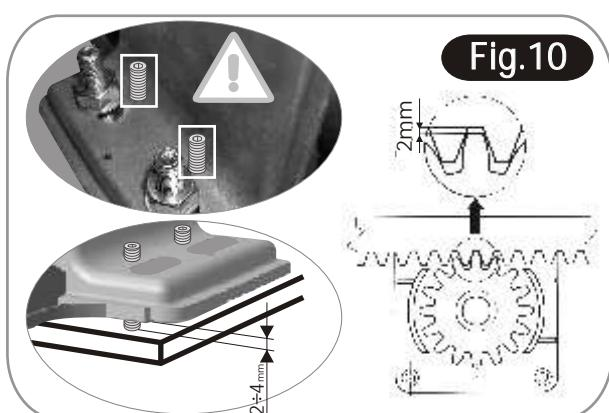
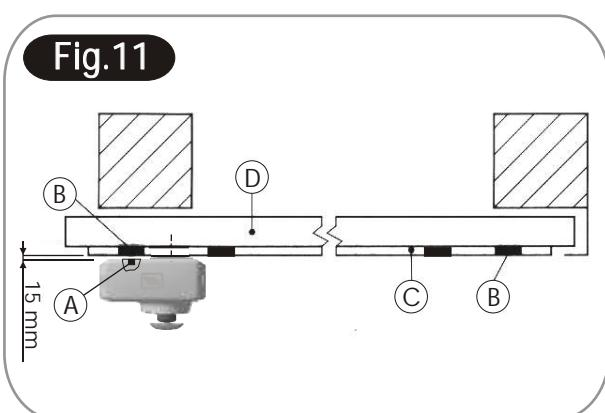
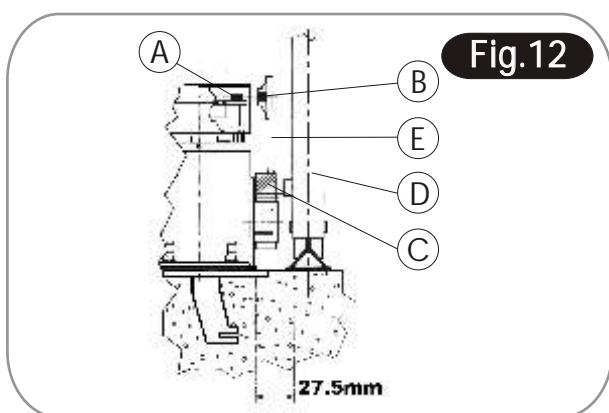
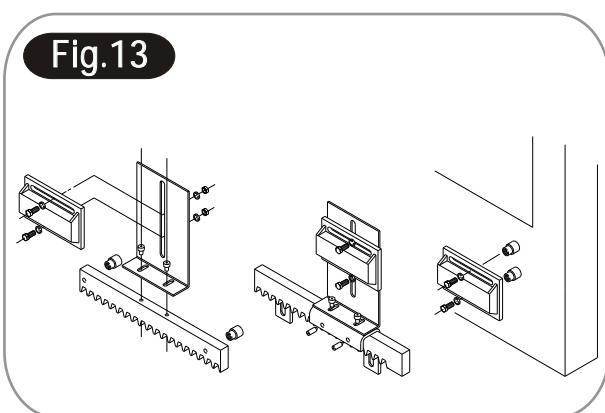

Fig.10
Fig.11
Fig.12
Fig.13
- 3 Effectuer les réglages nécessaires pour la mise à niveau du motoréducteur, en montant ou en descendant à l'aide des régulateurs prévus (**Fig.10**); maintenir le motoréducteur levé de 2/4mm, puis le baisser après avoir terminé la fixation de la crémaillère.
- 5 Il est recommandé de respecter les cotes indiquées sur la **Fig.10** et la **Fig.12**.
- 8 **Baisser l'opérateur à l'aide des 4 vis de régulation (Fig.10) et bloquer le motoréducteur en laissant un jeu de 2mm entre le pignon et la crémaillère (Fig.10) afin que le poids de la grille n'agisse pas négativement sur l'arbre du motoréducteur.**
Placer les étriers porte-aimants (E) sur la crémaillère (C) (**Fig.12**) aux deux extrémités de la grille (D) en position de grille fermée et de grille ouverte en se référant au capteur (A) situé sur la carte. Monter les aimants (B) sur les étriers (E), en position horizontale (**Fig.13**).
N.B.:La distance des aimants (Fig.11) du capot du motoréducteur ne doit pas être inférieure à 15mm.
Placer les aimants (B) exactement en face horizontalement du petit aimant (A) (**Fig.11- Fig.12**) monté sur la carte. Les aimants (B) sont polarisés différemment entre eux, un avec une polarisation négative et l'autre avec une polarisation positive. Le montage des aimants sur les étriers (E) doit donc être contrôlé aux points d'arrêt en déplaçant manuellement la grille en ouverture et en fermeture.